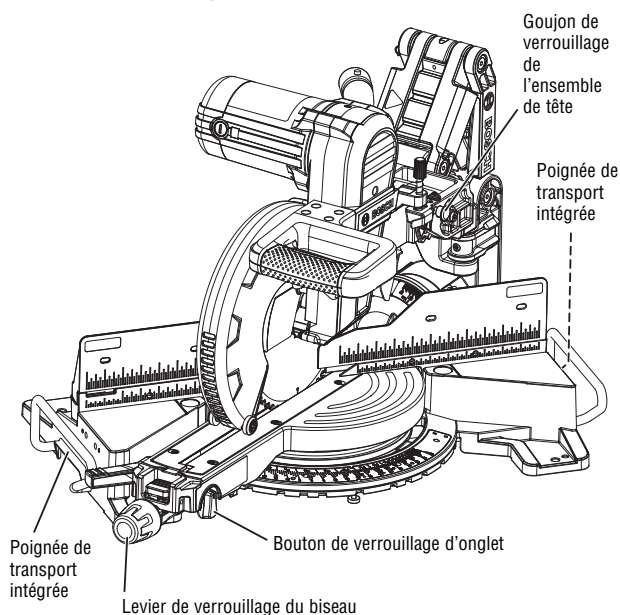

Figure 27
- **NE soulevez cette scie QUE par ses poignées de transport incorporées de chaque côté du fond de la base** (voir Figure 27).
4. Faites glisser la tête de la scie entièrement vers l'avant et enclenchez le bouton de blocage du rail à glissière en le serrant vers la droite (dans le sens des aiguilles d'une montre) (figure 27).
5. Vérifiez que chaque rallonge de socle coulissant est dans la position fermée et verrouillée (figure 27).